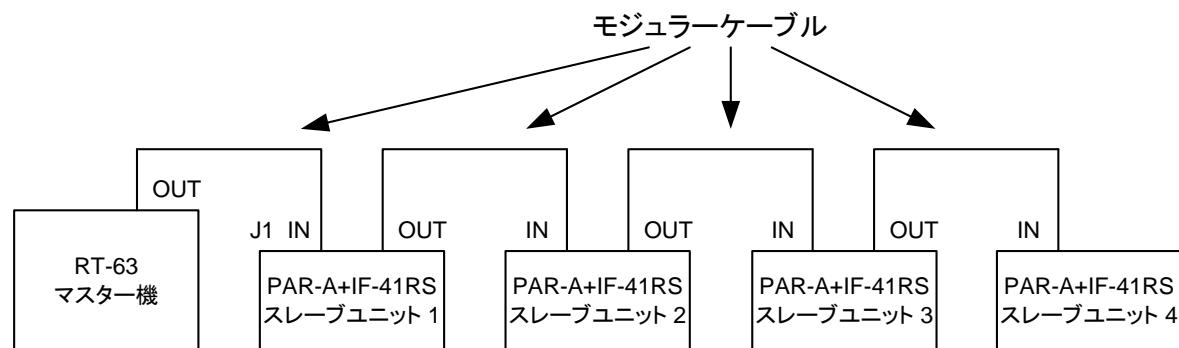

Fig.14 RT-63 を使用したリモートコントロール
- RT-63(当社製品リモートコントローラ)をマスター機として Fig.14 のように接続すれば同時に 4 台の PAR-A 電源(IF-41RS 搭載)を次の項目に関する制御できます。
- ① MAIN OUTPUT KEY の ON/OFF
- ② PRESET KEY 1.2.3.4 の切り替え(PAR 電源では PRESET KEY 4 を選択した時は VARIABLE KEY が選択されます。)